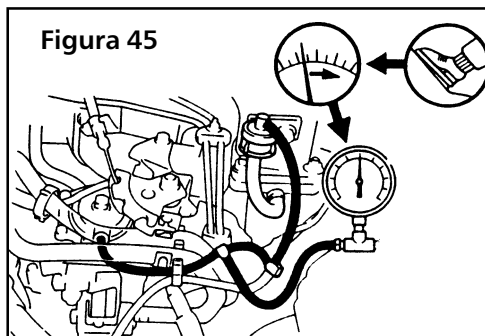

Figura 45
- a) Presión del múltiple de admisión (figura 45)